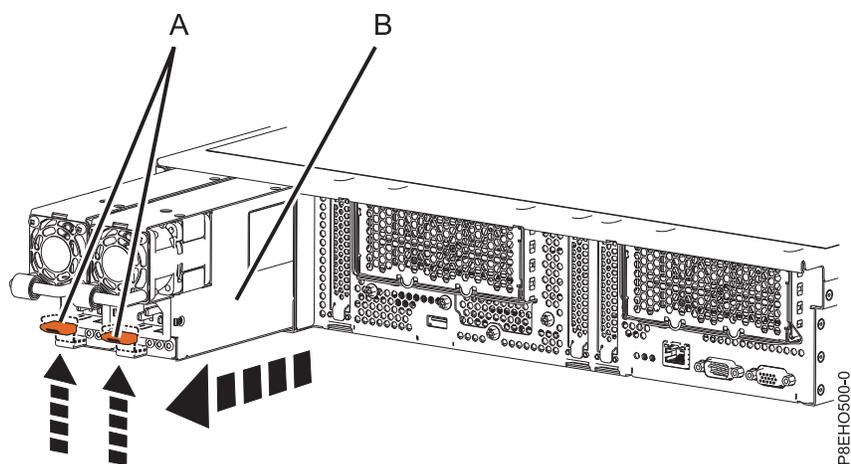

図 76. システムから電源装置を取り外す
- a. システム内の所定の位置から電源装置を取り外すには、赤褐色のロックング・タブ (A) を引き上げます。『120 ページの図 76』を参照してください。
- b. 電源装置のハンドルを片方の手でつかみ、システムから電源装置 (B) を途中まで引き出します。